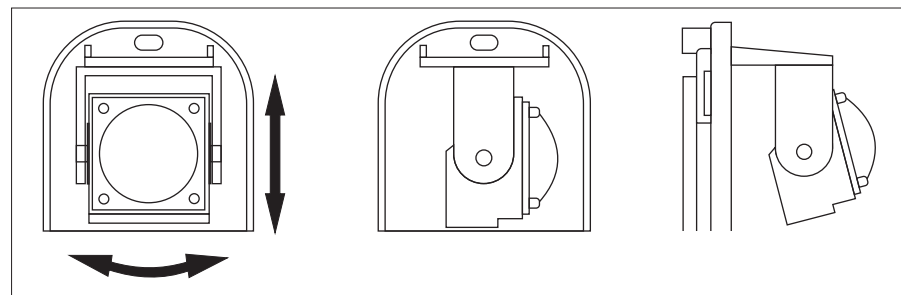

Figura 4
- Direcione a lente da unidade TX para a unidade RX através dos ajustes vertical e horizontal (Figura 4);
- Direcione a lente da unidade RX para a unidade TX através dos ajustes vertical e horizontal (Figura 4);